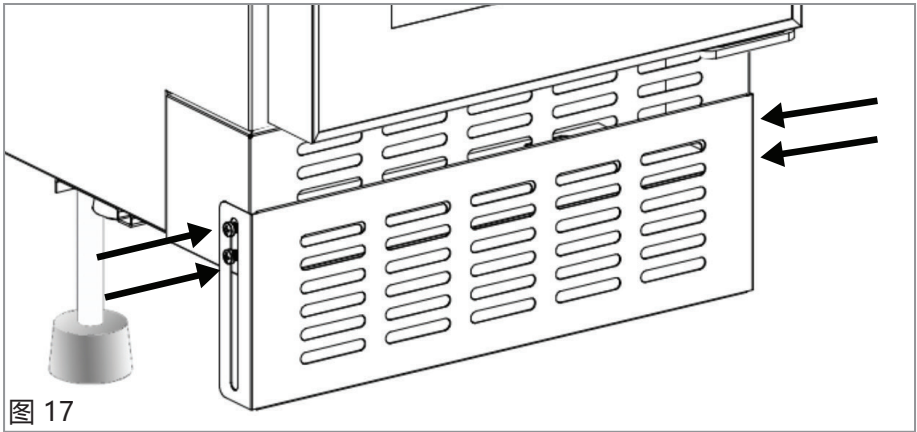

图 17
1. 松开可拆百页挡板两侧的两个螺钉（总共四个-图 17）。